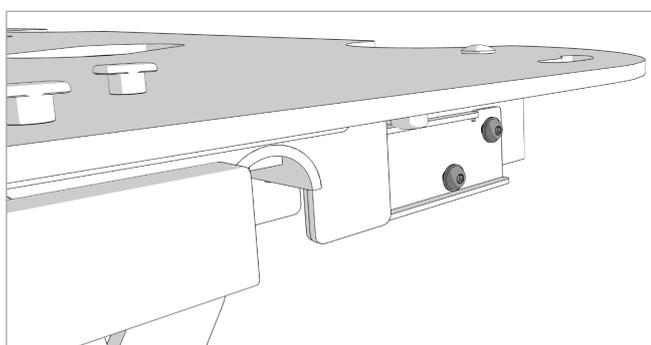
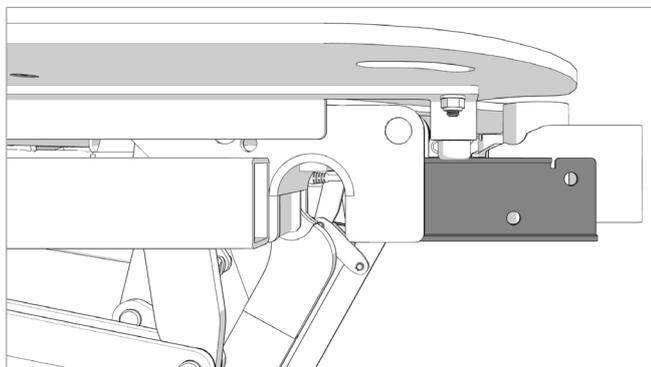

Figure 8.3
Figure 8.4
5. Retirez les vis à tête ronde longue M8x16 mm et les rondelles M8 des supports de montage du levier CPR, comme indiqué à la Figure 8.3. Repérez les supports du levier de la RCP, les vis à tête ronde longue M8x16 mm, les rondelles M8 et la clé Allen de 6 mm. Les supports du levier de RCP sont installés à la tête du lit, sur les supports de montage des deux côtés du lit, comme indiqué à la Figure 8.4.